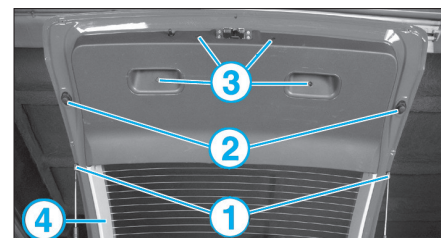

FIG. 25
- l'enjoliveur intérieur de lunette arrière (4) (Fig.25).
- les 4 vis de fixations de la garniture (3).